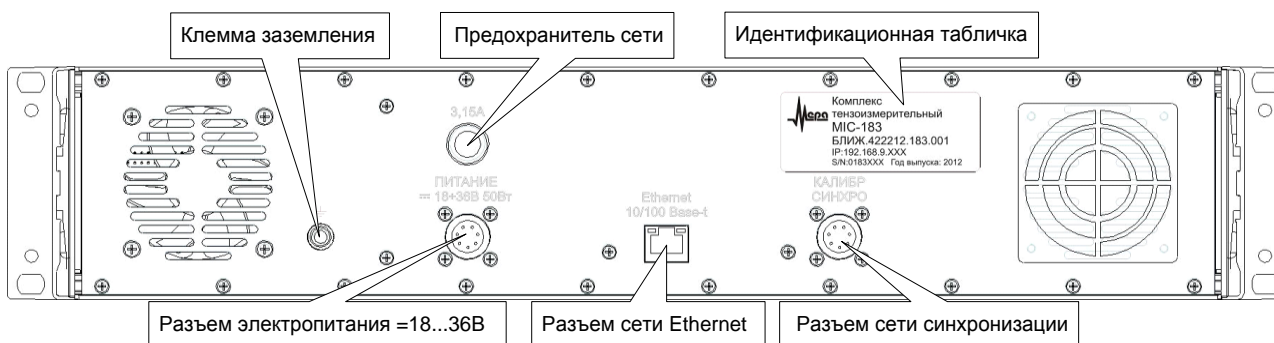

Рис. 2 —Задняя панель комплекса MIC-183
1.4.1.3 Вид задней панели комплекса MIC-183 приведен (см. Рис. 2). На задней панели расположены разъем «ПИТАНИЕ», предназначенный для подключения кабеля электропитания, клемма заземления (7), разъем «Ethernet» для подключения к управляющей ПЭВМ, разъем «СИНХРОНИЗАЦИЯ» для подключения внешних модулей синхронизации ME-020 или ME-020B2/B4. Два вентиляционных отверстия служат для охлаждения прибора.